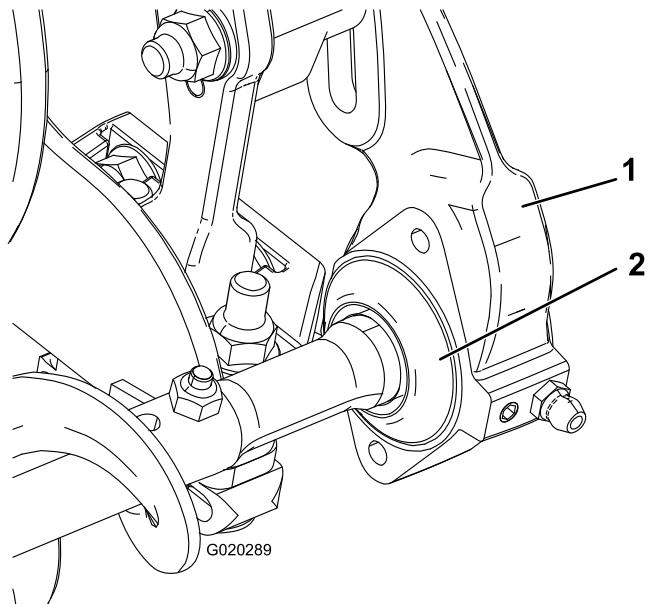

図6
- 各エクスクルーダシールを外側にずらし、シールのリップがそれぞれのベアリングハウジングに軽く接触するようにする図6。